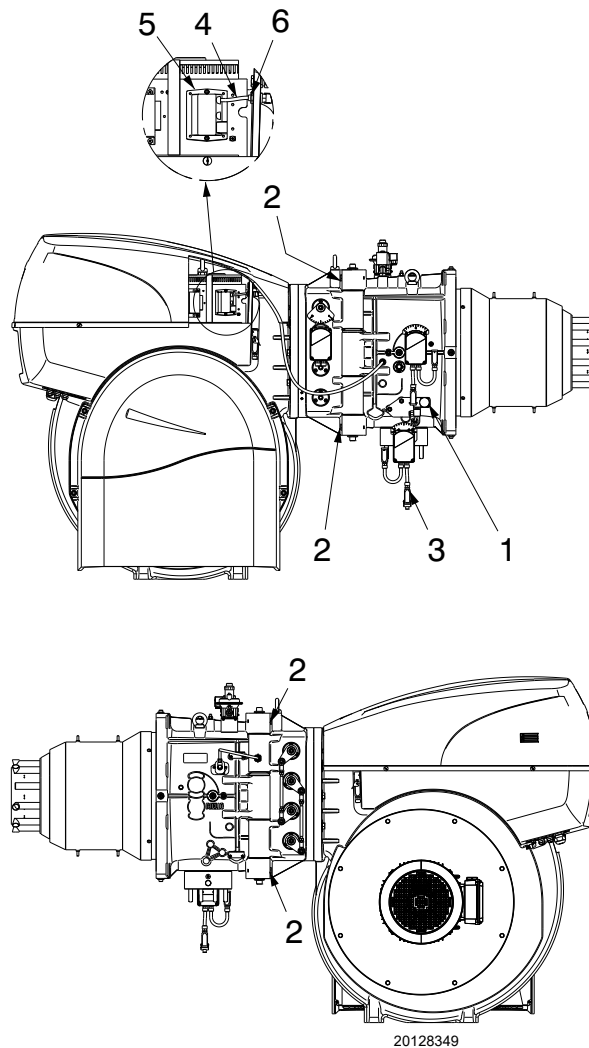

Fig. 38
- Enlever le raccordement du pressostat gaz 1)(Fig. 38).